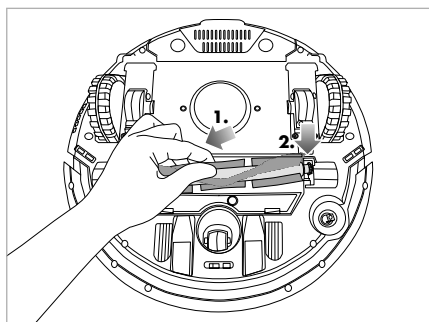

Fig. 18
- 3) Pentru a reintroduce peria rotativă 31 împingeți-o întâi în stânga, pe suport și lăsați-o să se fixeze audibil în suportul din dreapta (a se vedea fig. 18).